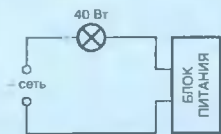

Рис. 1
1. Отремонтировавший по рекомендациям опубликованной статьи факс не следует сразу включать в питающую сеть. Целесообразно включить его последовательно с лампой накаливания мощностью 40 Вт, как это показано на рис. 1.